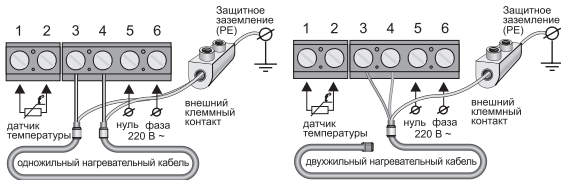

Рис. 2
Выводы нагревательной секции или мата подключаются к терморегулятору следующим образом: белый (коричневый) провод подключается к клемме **3**; голубой (светло-синий) провод подключается к клемме **4**; вывод экранирующей оплетки (желто-зеленый провод) – к линии защитного заземления (PE), через внешний клеммный контакт (рис. 2).